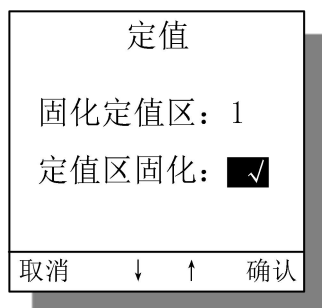

图 20 定值修改保存界面
- 3) 保存定值修改操作。在完成具体保护定值整定操作后，返回到具体保护定值选择界面。按[C]键退入到定值修改保存界面。用户通过操作方向键[▲]、[▼]来移动光标到固化定值区条目上，操作[+]或[-]键选定需要将修改后的定值保存到哪个定值区，再移动光标到定值固化条目上。操作[+]或[-]键选择操作是否有效。[√]表示操作有效，[×]表示操作无效。完成上述操作后，将光标停在定值区固化条目上，按[+]键就可以保存修改后的定值，修改成功会弹出定值修改报文。定值固化界面图见图20。